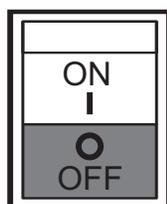

Figura 27. Interruptor de control de ralentí (apagado)
2. Coloque el interruptor de control de ralentí (Figura 27) en posición de **apagado**.